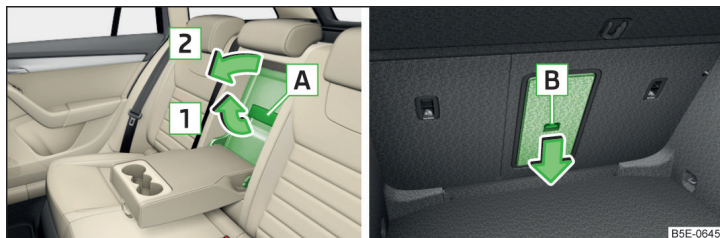

Fig. 110 Abrir la tapa: desde el habitáculo / desde el maletero
- Tirar el tirador **A** en el sentido de la flecha **1** y tirar hacia abajo la tapa en el sentido de la flecha **2** » fig. 110.
- Abata hacia abajo el apoyabrazos y la tapa en el respaldo » fig. 110 de la pág. 101.